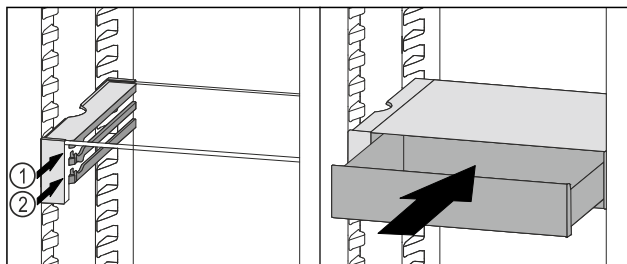

Fig. 133
- VarioSafe-Schubfach hinter den Stoppern auf gewünschter Rippe Fig. 133 (1) oder Fig. 133 (2) aufsetzen.